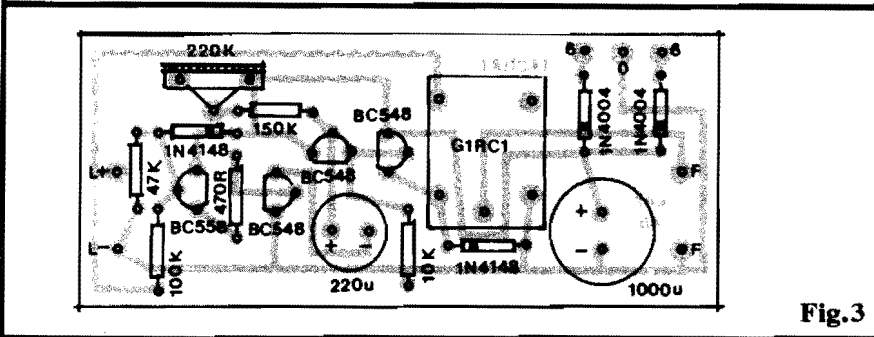

Fig.3
- FIG. 3 - CHAPEADO DA MONTAGEM - O lado não coberto da placa, mostrado já com os principais componentes inseridos nos seus devidos lugares... São vários os componentes polarizados, que merecem maior atenção na colocação, já que - se invertidos - podem se danificar, além de certamente obstar o funcionamento do circuito... Nessa categoria estão: os quatro transistores, cujo posicionamento é referenciado pelos seus lados "chatos" (atenção, também, para não colocar o único BC558 no lugar de um dos BC548...), os quatro diodos (cujas extremidades de **cathodo** estão sempre marcadas pelas fixas ou anéis, os dois capacitores eletrolíticos, com a polaridade de terminais também claramente indicada no chapeado (também no corpo dos componentes a polaridade está demarcada, além do que a "perna" positiva pode ser facilmente identificada como a **mais longa**...). Quanto aos demais componentes (não polarizados...) os cuidados devem dirigir-se para a perfeita identificação dos seus **valores**, em função dos lugares que ocupam na placa... Quem ainda tiver dúvidas quanto a isso, deve consultar o TABELÃO APE, lá no começo da Revista... Quanto ao relê, também tem posição única e certa para in-